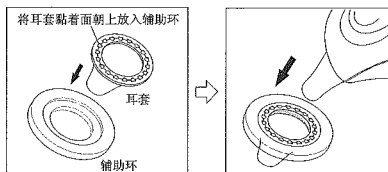

图 3
(三) 耳套安装方式如下：(1) 将耳套的无薄膜面放入辅助环凹槽。(2) 将辅助环中心对准探头中心装入到底。（见图 3）